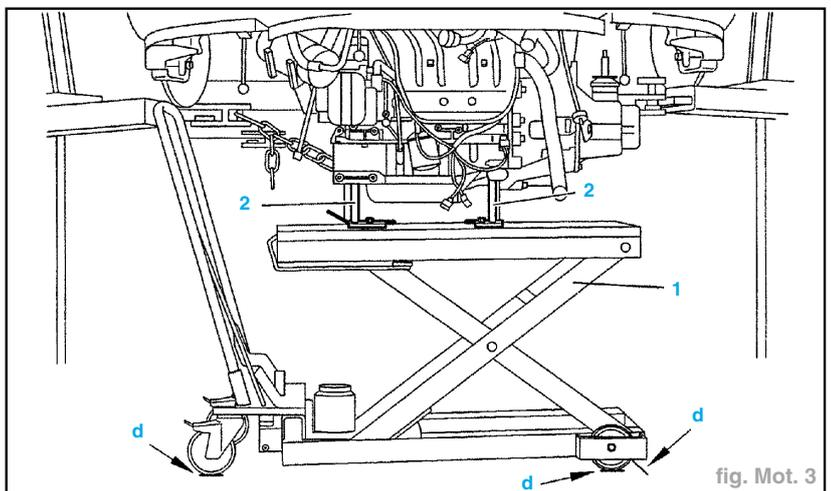

fig. Mot. 3
- Déclipser les durits (11) et (12) (en "c").
- la durit (11) en "b" et obturer son orifice,
- Déposer la biellette anticouple (9).
- les vis (8) et (14) (récupérer les rondelles et les entretoises),
- Engager la table élévatrice (1) sous le côté droit du véhicule (réf. Citroën 5702-T) (fig. Mot. 3).
- Centrer la table élévatrice (1) sous l'ensemble moteur-boîte de vitesses.
- Lever la table élévatrice (1).
- Mettre le support moteur arrière et la boîte de vitesses en contact avec la table élévatrice (1).
- Brider l'ensemble moteur-boîte de vitesses à l'aide des outils (2) (réf. Citroën 5704-T).
- Tracer au sol, en "d", l'emplacement de la table élévatrice (fig. Mot. 3).
- Positionner la table élévatrice (1) aux repères "d" (fig. Mot. 3).